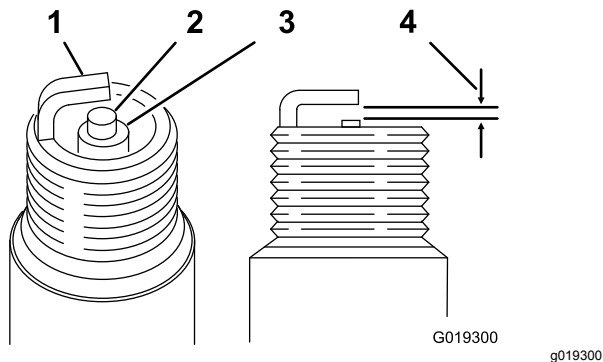

Figura 33
**Distanza:** 0,70 a 0,80 mm; fate riferimento a Figura 33
3. Impostate la distanza fra gli elettrodi tra 0,70 e 0,80 mm (Figura 33).